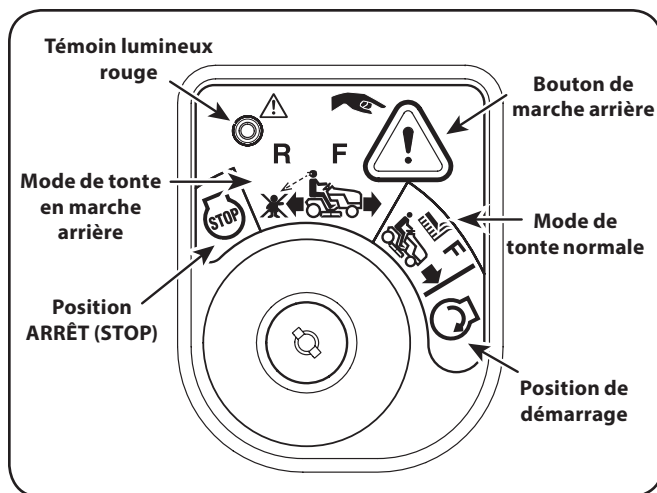

Figure 5-2
- Tournez la clé de la position de tonte normale (en vert) à la position de tonte en marche arrière (en jaune) sur le module du commutateur d'allumage. Voir Figure 5-2.
- Appuyez sur le bouton de marche arrière (bouton triangulaire orange) situé dans le coin supérieur droit du module de commutateur d'allumage. Le témoin lumineux rouge dans le coin supérieur gauche du module s'allume lorsque le bouton de marche arrière est activé. Voir Figure 5-2.